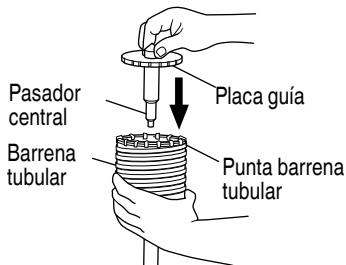

Fig. 22
- (3) Insertar el pasador central en la placa guía hasta que se pare.
(4) Unir la placa guía con la barrena tubular y girar la placa guía hacia la izquierda o hacia la derecha de forma que no se caiga a pesar de estar indicando hacia abajo. (Fig. 22)